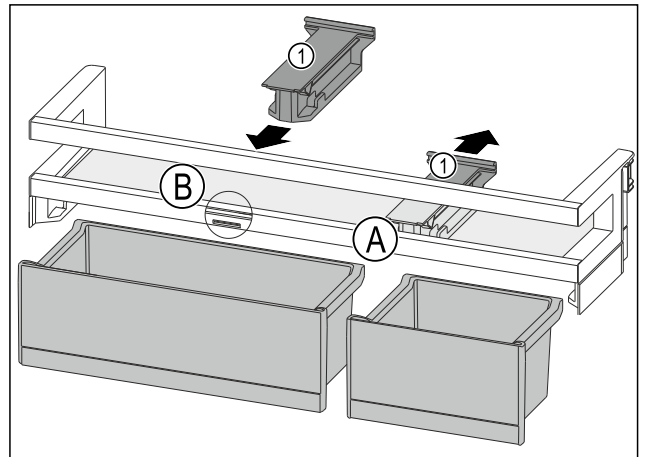

Fig. 151
- ▶ Bevestigingsdeel Fig. 151 (1) in positie Fig. 151 (A) naar achteren wegtrekken.
- ▶ Bevestigingsdeel Fig. 151 (1) in positie Fig. 151 (B) plaatsen.